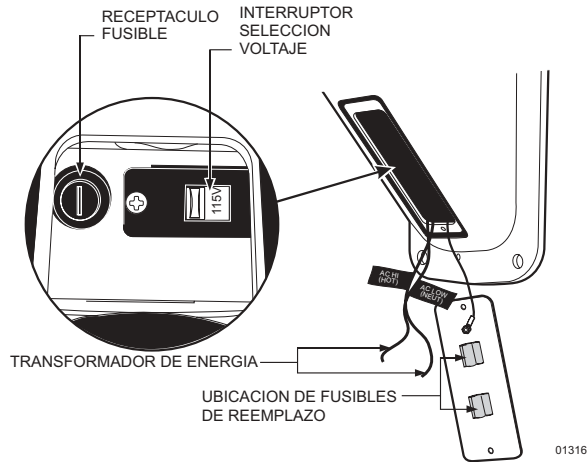

Figura 2. Interruptor de Selección de Voltaje y Ubicación del Receptáculo del Fusible
3. El transformador está prefijado para operar a 120 VAC. Si es necesario, cambie la selección de voltaje para operar a 230 VAC. Refiérase a la Figura 2.
4. Refiérase a la Figura 2 e instale el fusible apropiado para el voltaje configurado. El receptáculo del fusible está ubicado a la izquierda del interruptor de selección de voltaje. En el brazo del soporte son enviados fusibles extras. Para 120 VAC, use el fusible 1.6A, 120 VAC, de actuación rápida; o para 230 VAC, use el fusible 500 mA, 230 VAC, actuación rápida.